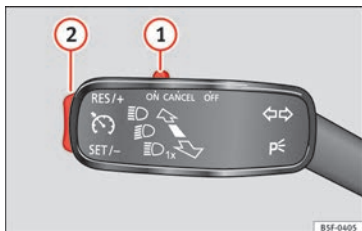

Abb. 32 Siehe Einbauort in der Abbildung 3
- GRA einschalten: Schalter » Abb. 32 ① in die Stellung **ON** schieben. Das System ist ein-
- GRA aktivieren: Drücken Sie die Taste » Abb. 32 ② im Bereich **SET/-**. Die aktuelle Geschwindigkeit wird gespeichert und geregelt.
- GRA vorübergehend abschalten: Schieben Sie den Schalter » Abb. 32 ① bis **CANCEL** oder betätigen Sie das Bremspedal. Regelung wird vorübergehend abgeschaltet.
- GRA wieder einschalten: Drücken Sie die Taste » Abb. 32 ② in **RES/+**. Die gespeicherte Geschwindigkeit wird erneut gespeichert und eingestellt.
- Gespeicherte Geschwindigkeit während GRA-Regelung erhöhen: Taste ② auf **RES/+** drücken. Das Fahrzeug beschleunigt bis zum Erreichen der neu gespeicherten Geschwindigkeit.
- Gespeicherte Geschwindigkeit während GRA-Regelung verringern: Taste ② auf **SET/-** drücken, um die Geschwindigkeit um 1 km/h (1 mph) zu verringern. Die Geschwindigkeit wird bis zum Erreichen der neu gespeicherten Geschwindigkeit reduziert.
- GRA abschalten: Schalter » Abb. 32 ① auf **OFF** schieben. Das System wird abgeschaltet und die gespeicherte Geschwindigkeit gelöscht.